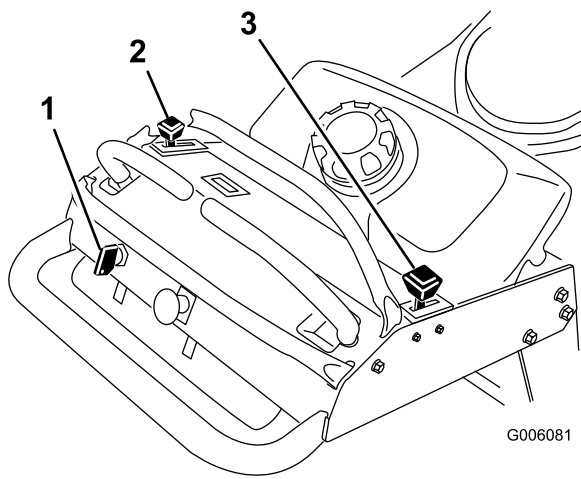

Bild 6
4. Vor dem Anlassen eines kalten Motors sollten Sie den Gasbedienungshebel auf schnell und den Chokehebel auf Ein stellen (Bild 6).
- Stellen Sie dann den Gasbedienungshebel auf Langsam (Bild 6).